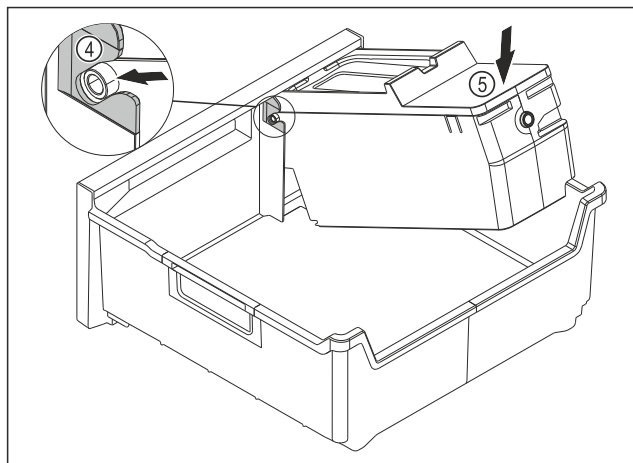

Fig. 187
- ▶ Montar el cuerpo del EasyTwist-Ice: Introducir los ejes del cuerpo del EasyTwist-Ice en las guías Fig. 187 (4).
- ▶ Presionar el cuerpo del EasyTwist-Ice Fig. 187 (5) hacia abajo por detrás.